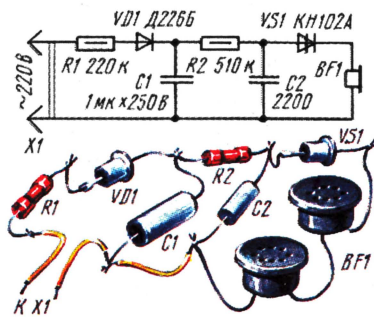

Рис. 4
**Генератор звуковой частоты** (рис. 4). Его схема похожа на предыдущую, но лампа накаливания заменена более высокоомной нагрузкой — головными телефонами ТОН-2 (BF1), капсюли которого сняты с оголовья (можно и не снимать) и соединены последовательно. Емкость зарядно-разрядного конденсатора (C2) значительно уменьшена, благодаря чему возросла (до 1000 Гц) частота генерируемого сигнала. Возросло и сопротивление ограничительного резистора (R2) в цепи динистора.